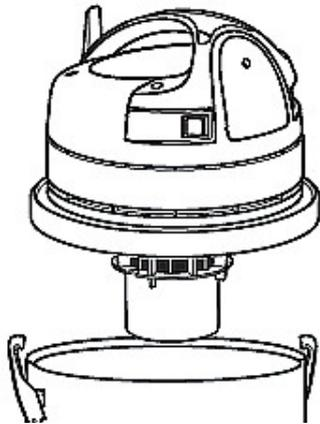

Abb. 4: Montage des Kopfteils
Schritt 1: Montieren Sie das Kopfteil auf den Behälter und befestigen es mit Hilfe der Haken (Abb. 4).
HINWEIS: Zum Schutz des Gerätes ist im Kopfteil (Abb. 4) ein Schwimmkörper eingebaut, der die Saugöffnung bei der Überfüllung verschließt. Das Ausbleiben der Saugwirkung und die mit einer Geräuschänderung verbundene Drehzahlerhöhung des Motors weisen auf die notwendige Entleerung des Behälters hin. In diesem Fall Motor ausschalten, Behälter leeren. Den Tankbehälter bitte nach jedem Gebrauch entleeren.
Überprüfen Sie regelmäßig die einwandfreie Funktion des Schwimmers (Pos. U, Abb. 4), der sich im Flüssigkeitsbehälter (Pos. F, Abb. 4) oder im Kopfteil des Nasssaugers (Pos. A, Abb. 4) befindet; reinigen Sie ihn bei Bedarf, so dass er sich leicht bewegen kann.